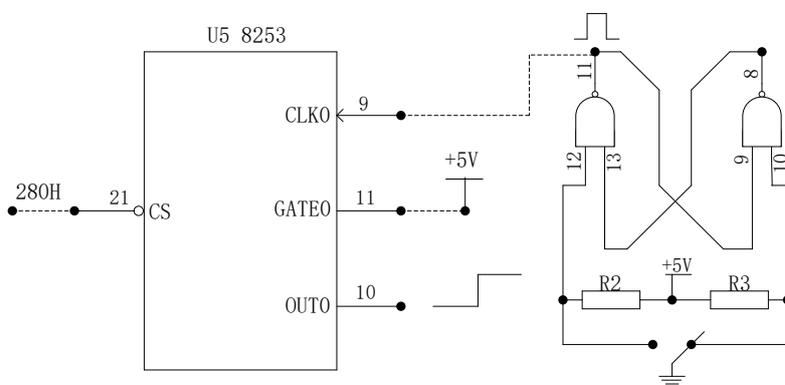

图 4-8-1
1. 按图4-8-1虚线连接电路，将计数器0设置为方式0，计数器初值为N( $N \leq 0FH$ )，用手动逐个输入单脉冲，编程使计数值在屏幕上显示，并同时用逻辑笔观察OUT0电平变化(当输入N+1个脉冲后OUT0变高电平)。